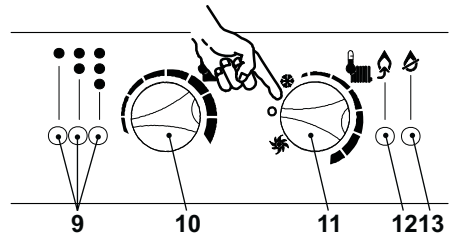

Fig. 8.2
- Colocar el conmutador de función igual que en la Fig. 8.2.